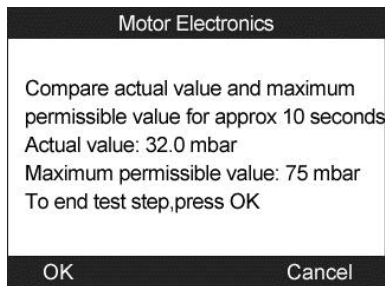

Figura 13.42
- d) Compruebe la contrapresión de escape con el motor al ralentí a 2000 rpm. El instrumento leerá el valor real de la contrapresión y lo comparará con el límite superior. (Figura 13.42) Seleccione **OK** para continuar con la prueba o **Cancelar** para volver al menú anterior.